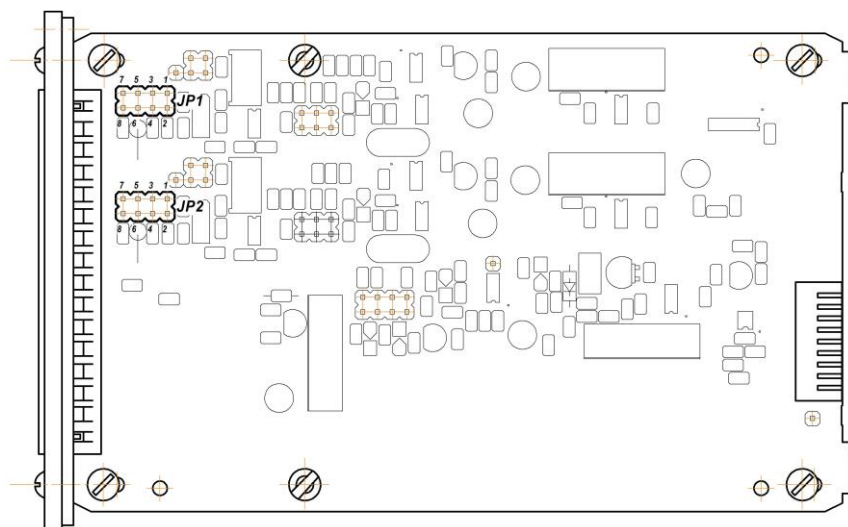

Рисунок 4.3 – Положення переминок на модулі універсальних входів (корпус індикатора знято)
- встановити положення переминок на модулі універсальних входів у положення згідно з вибраним типом вхідного сигналу (таблиця 4.2, рисунок 4.3).